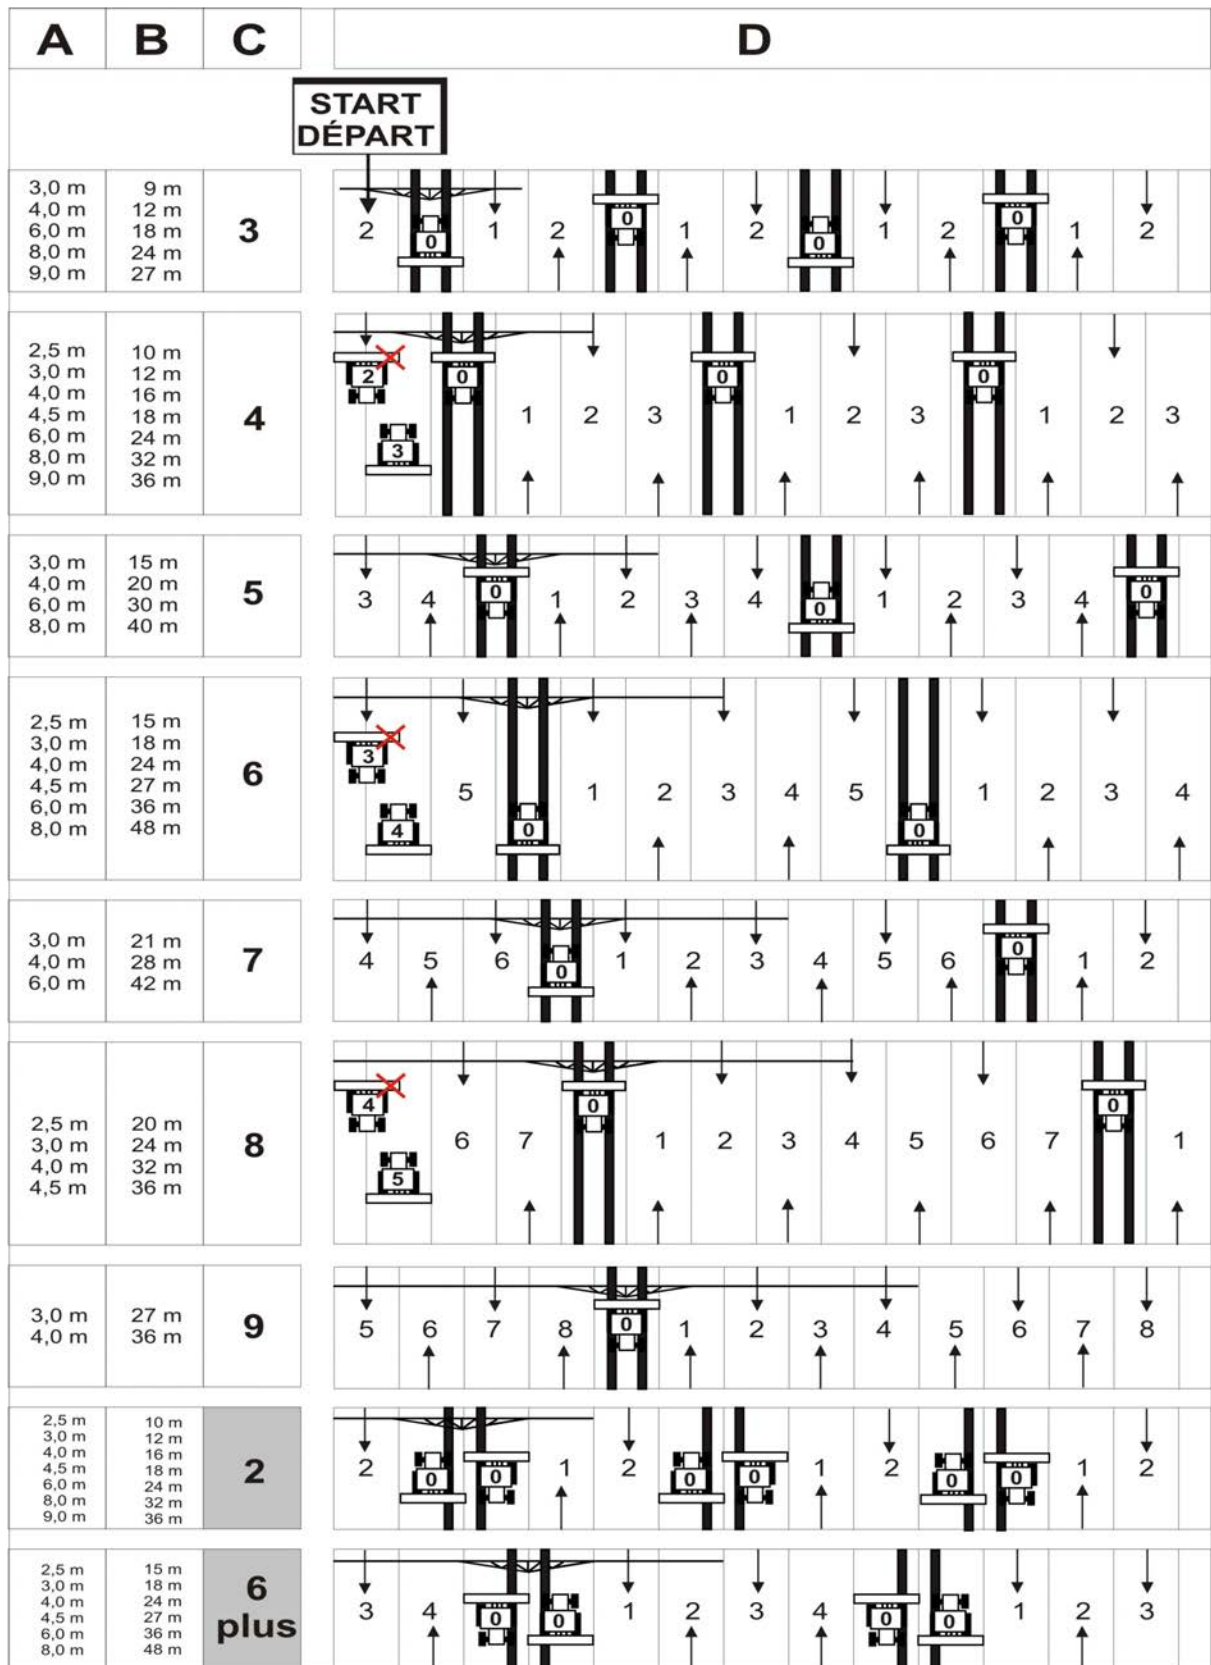

Fig. 50
Das Anlegen von Fahrgassen ist in Figur (Fig. 50) anhand einiger Beispiele dargestellt:
1. Aus der nebenstehenden Tabelle (Fig. 50) aufsuchen:
In Figur (Fig. 50) werden u.a. Beispiele zum Anlegen von Fahrgassen mit Fahrgassen-Rhythmus 4, 6 und 8 gezeigt.